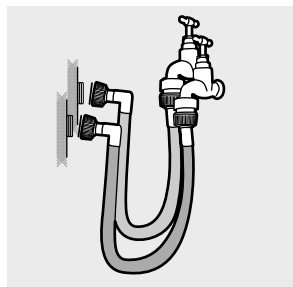

Figura 20
- Cierre ambas llaves de agua. (Figura 20).